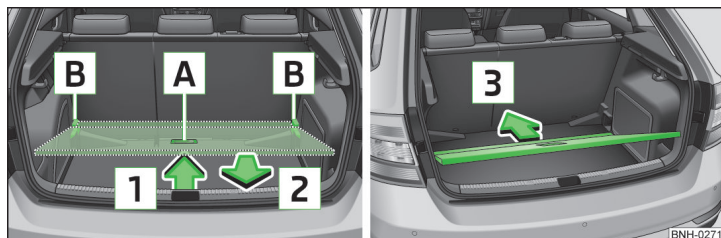

Abb. 84 Variablen Ladeboden in die untere Position einstellen
- › Den variablen Ladeboden am Griff **A** » Abb. 84 fassen.